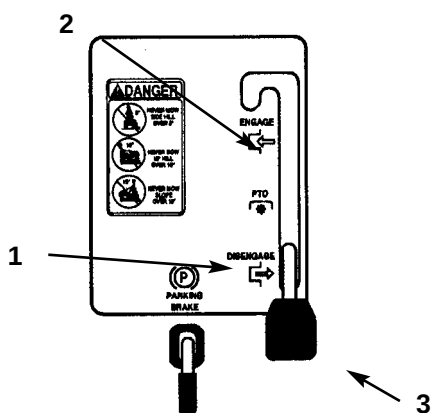

Fig. 5
2. Sæt knivhåndtaget (kraftudtag - PTO) på "TILKOBLET" (ENGAGED) (fig. 5).
2. Sæt knivhåndtaget (kraftudtag - PTO) på "FRAKOBLET" (DISENGAGED) (fig. 5).